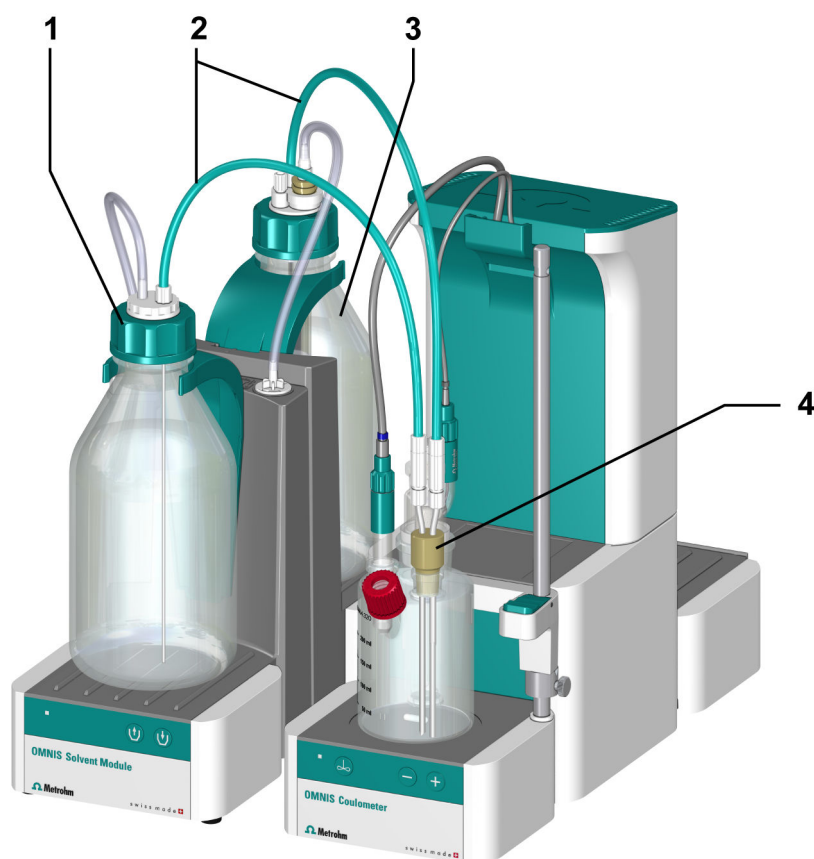

Abbildung 9 Reagenzwechsel mit OMNIS Solvent Module
- (siehe Abbildung 9, Seite 45)